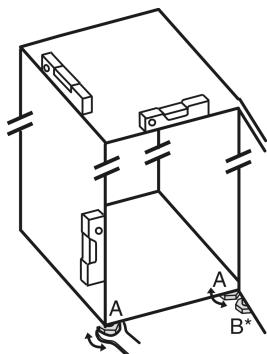

Fig. 51
- Skru de justerbare fødder Fig. 51 (A) ud ved hjælp af den medfølgende gaffelnøgle og et vaterpas, indtil hvidevaren står fast og i vater.
- Skru den justerbare fod Fig. 51 (B) på lejebukken af med den medfølgende gaffelnøgle, indtil den hviler på gulvet.
- Drej den justerbare fod Fig. 51 (B) 90° videre.